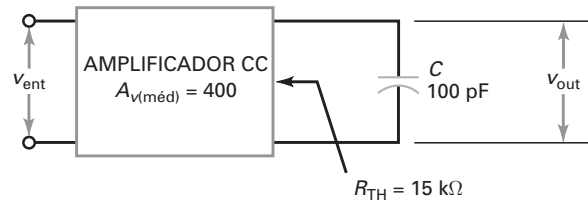

Figura 14-37
- 14-25** Qual o gráfico de Bode ideal para o estágio da Figura 14-37?